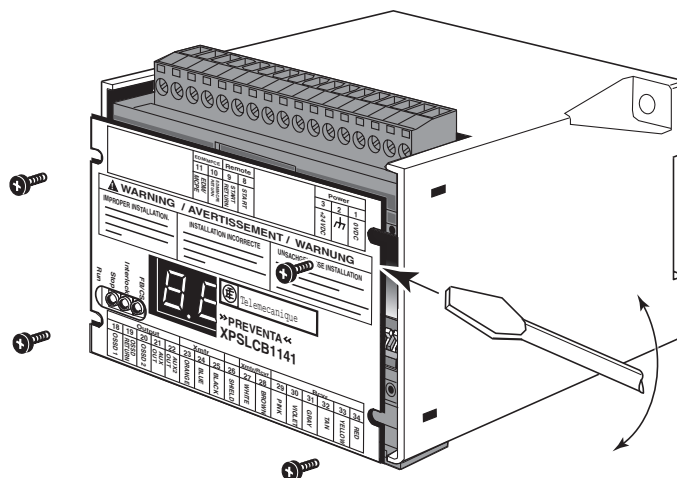

Figura 7: Accesso agli interruttori DIP
1. Rimuovere le quattro viti che tengono fermo il coperchio (vedere la Figura 7).
2. Posizionare la lama piatta di un cacciavite tra il coperchio e l'alloggio del controllore principale; togliere il coperchio sollevandolo delicatamente. (vedere la Figura 7). Il coperchio non è incernierato e si può togliere completamente.